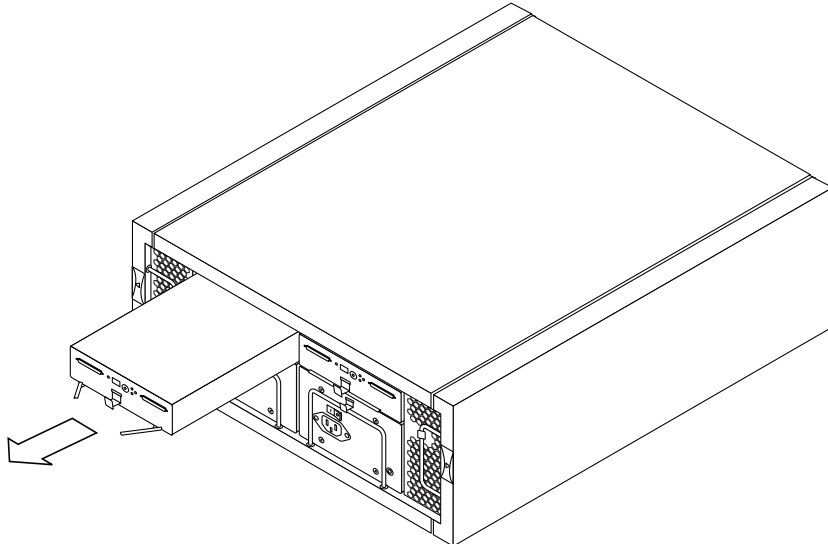

FIGURE 4-7 Retrait d'un ESM
4. Saisissez les barres métalliques et tirez pour extraire le module ESM (FIGURE 4-7).